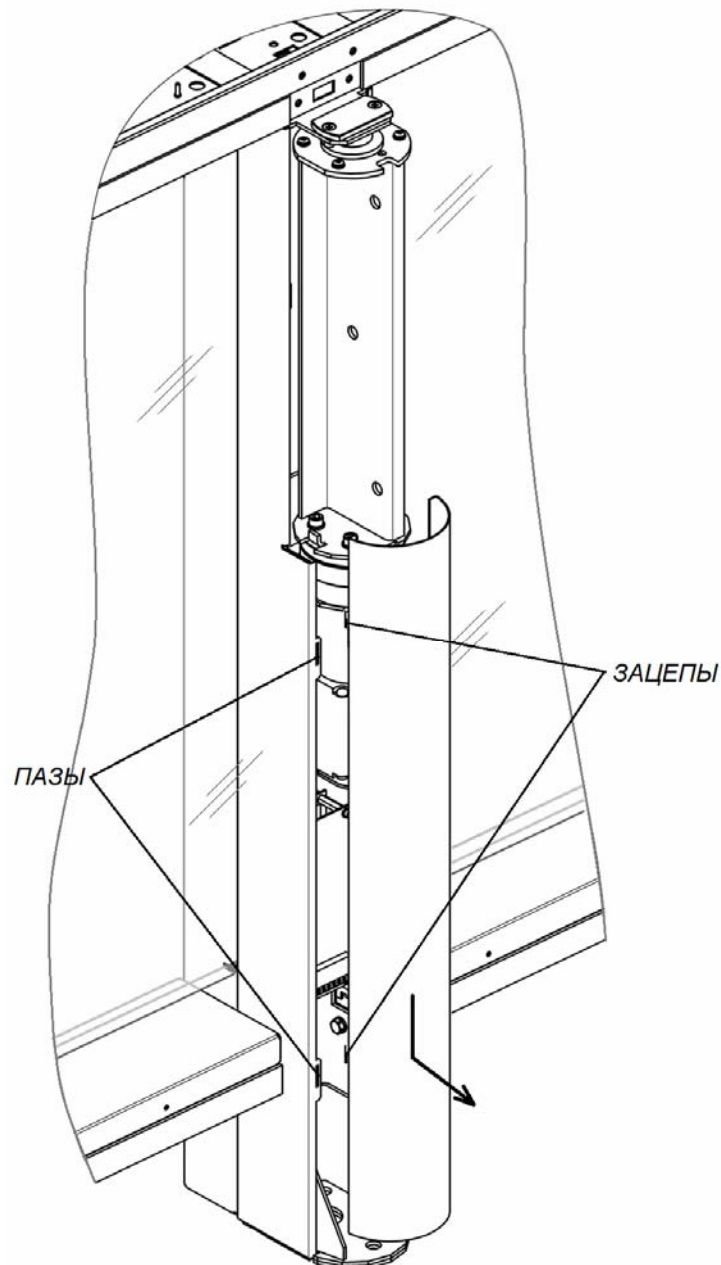

Рисунок 18. Снятие кожуха центральной стойки
Для снятия кожуха центральной стойки (5) – сдвиньте кожух вдоль стойки вниз и на себя, выводя зацепы кожуха из пазов в центральной стойке (см. рис. 18).